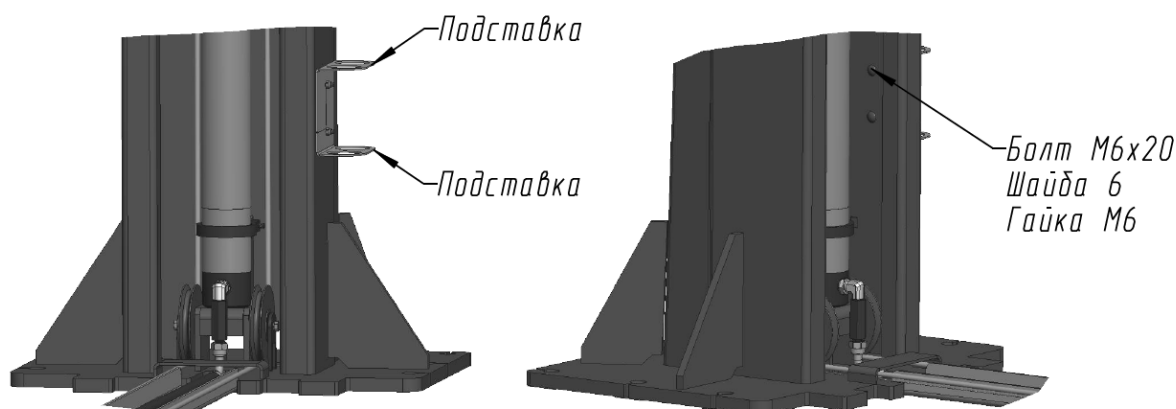

Рисунок 6.6 - Установка подставок
6.13 Для установки подставок (см. Рисунок 6.6) необходимо поднять и установить на фиксатор каретку.